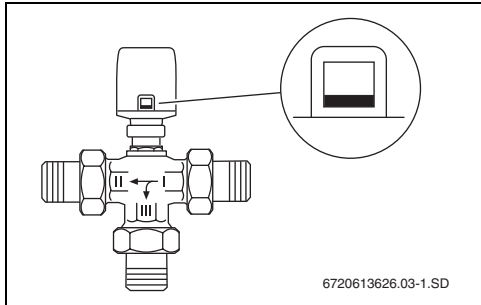

Fig. 4 Indicația de cursă în stare deconectată de la curent
- Indicația de cursă este vizibilă numai la nivelul marginii de jos (→ Fig. 4).